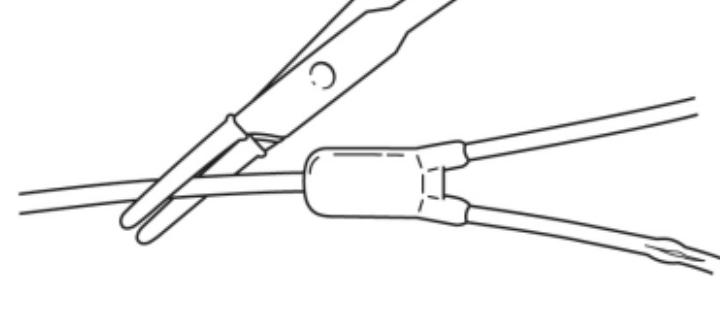

Fig. 10
1. Préparer le site. Fixer fermement le cathéter, distal à la tubulure en Y, avec des forceps en caoutchouc. (Fig. 10)